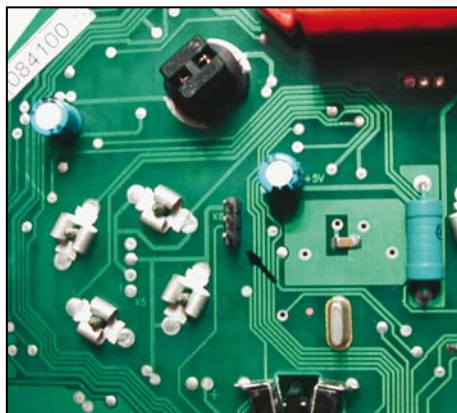

Рисунок 16. Точки программирования
- 6 Прижмите щуп программатора к контакту 1 разъема X6 комбинации (рисунок 16).